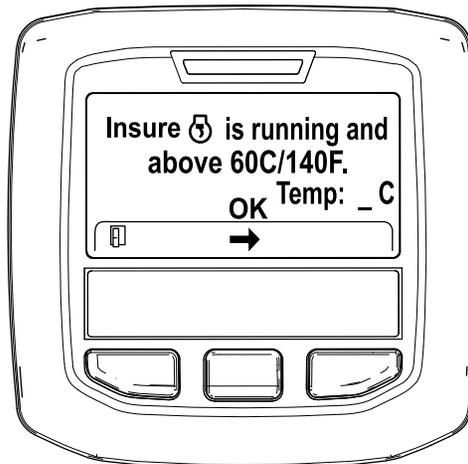

Рисунок 51
5. Если температура охлаждающей жидкости ниже 60 °C (140 °F), появится сообщение "Insure is running and above 60C/140F" («Убедитесь в том, что двигатель работает и температура выше 60 °C / 140 °F»). (Рисунок 51).